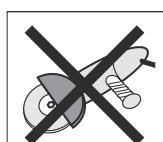

рис. 3.2 – 3
*Применение специального инструмента Рис. 3.2–2 не является обязательным. Однако существенно сокращает время выполнения работ и повышает их качество. Вы можете приобрести необходимое оборудование у Дилера компании Metrotile.